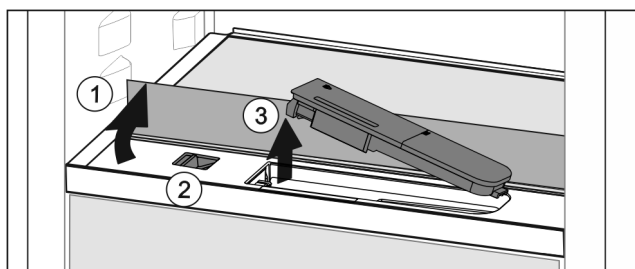

Fig. 87
- ▶ Soulever la tablette et la rabattre vers l'arrière jusqu'à la butée Fig. 87 (1).
- ▶ Pousser le curseur Fig. 87 (2) vers la gauche.
- ▶ Sortir le filtre à eau Fig. 87 (3).